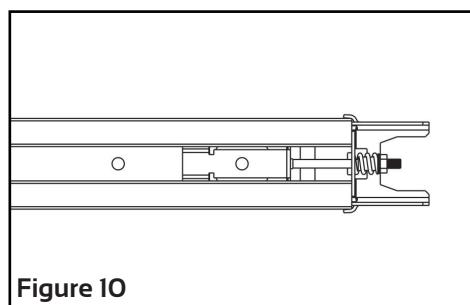

Figure 10
4. Serrez l'écrou dans la position correcte, comme indiqué à la Fig. 10, coupez le ruban en plastique, coupez la conduite en plastique sur le pignon, puis le rail est complètement monté.